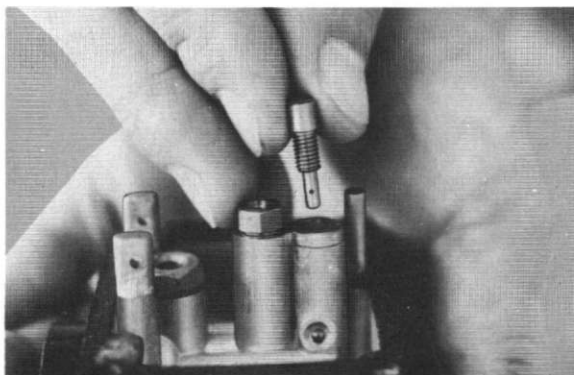

Fig. 4-11
- b. Pilot jet (Fig. 4-11)
- b. Gicleur du ralenti (Fig. 4-11)
- b. Leerlaufdüse (Bild 4-11)